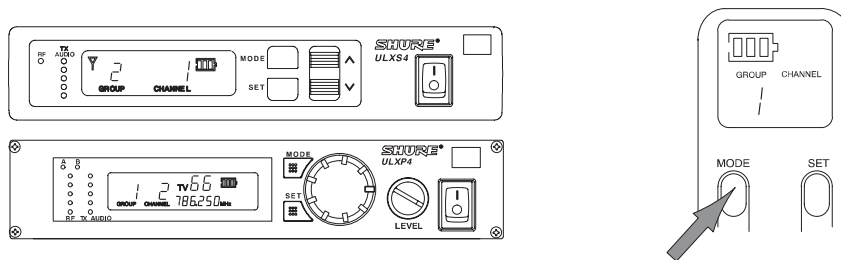

FIGURA 25
1. Anote el número de grupo y de canal en la pantalla del receptor. Mantenga oprimido el botón MODE hasta que la pantalla sólo indique el número de grupo, tal como se ilustra en la Figura 25.